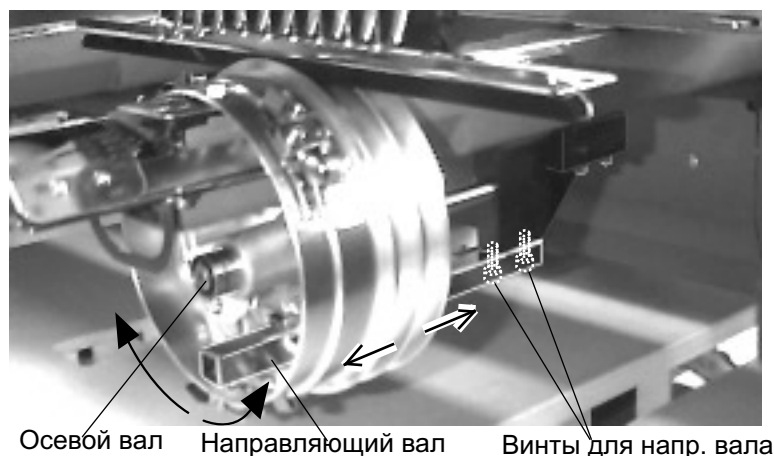

РИС.3
4. Как показано на рис.3, двигайте цилиндр вперед/назад рукой в пределах длины осевого вала, чтобы убедиться в его ровном и плавном передвижении. Если ход цилиндра не плавный, немного ослабьте установочные винты для направляющего вала и отрегулируйте, чтобы ход был плавным, затем закрепите винты после регулировки.